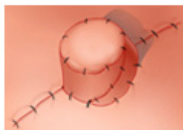

Figura 6
19. Finalice el procedimiento quirúrgico cerrando todos los lugares de las incisiones con una línea de sutura no reabsorbible o de reabsorción lenta apretada para evitar fugas, como se muestra en la figura 6.